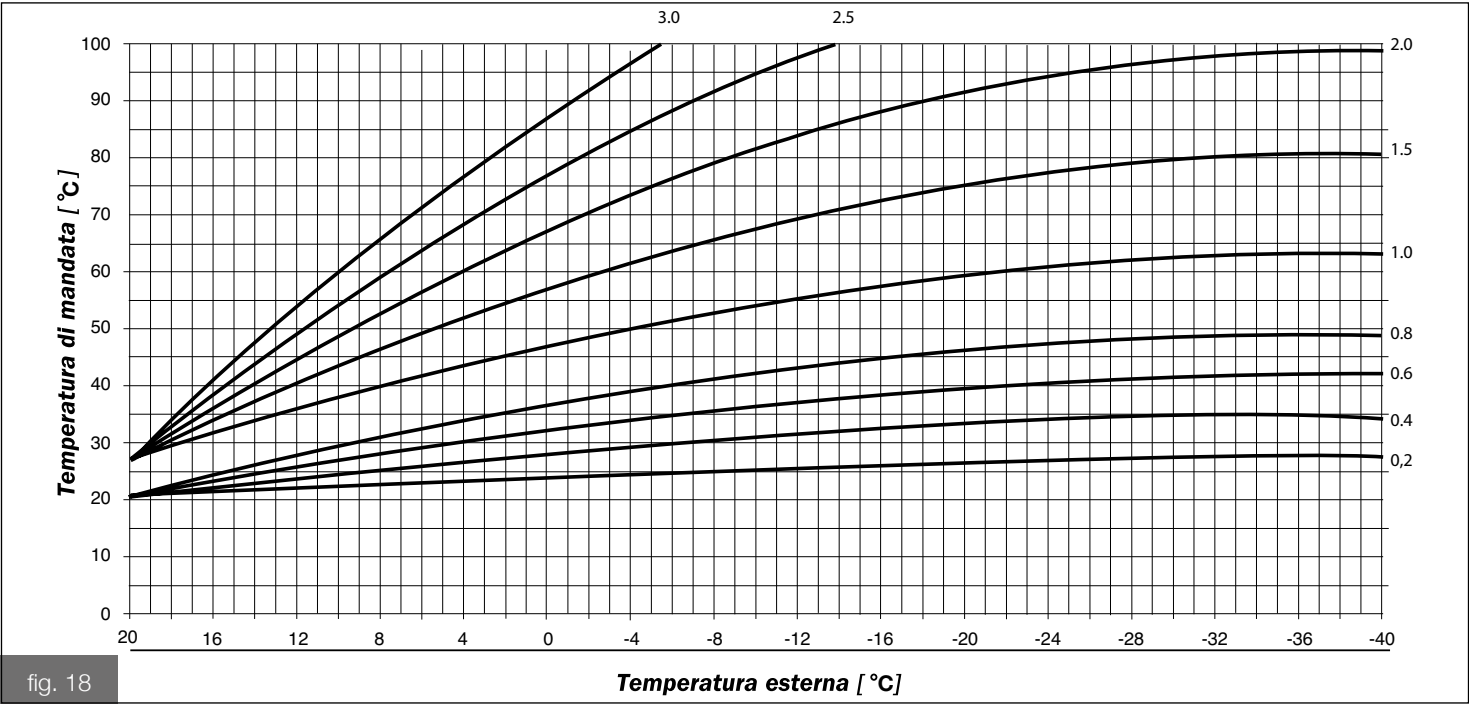

fig. 18
Il sistema di scarico della condensa deve essere collegato all'apposito collegamento (A) predisposto in caldaia (vedi Fig. 18 Scarico condensa). È assolutamente vietato collegare il sistema di scarico della condensa nel punto di ispezione del sifone (B).